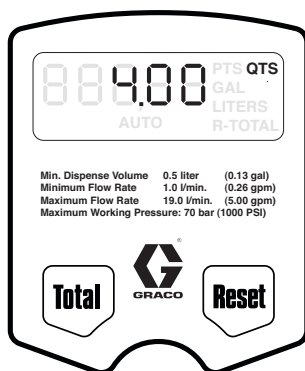

図 14
1. ディスプレーに何の表示もない場合 (休止モード中)、[合計] ボタンまたは [リセット] ボタンを押して保持します。最後に表示されたディスペンス量がディスプレイ上に表示されます (図 14)。